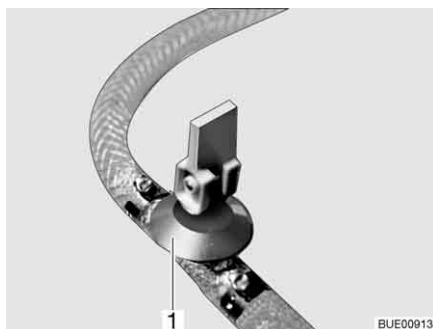
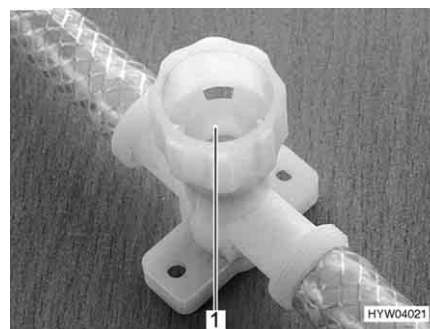

Fig. 158 Robinet de vidange (avec levier à bascule)
Fig. 159 Robinet de vidange (avec capuchon tournant)
- Ouvrir tous les robinets de vidange. Placer pour ce faire le levier à bascule (Fig. 158,1) à la verticale ou faire tourner le capuchon du robinet de vidange (Fig. 159,1) dans le sens inverse des aiguilles d'une montre.